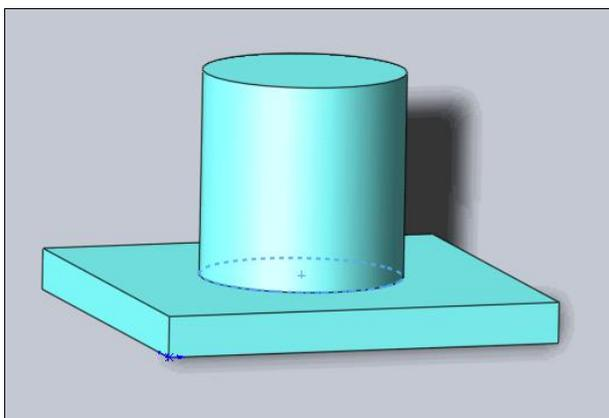

Рис. 5.56
3. Далее снова с помощью команды  — **Вытянутая бобышка/основание** вытяните полученный эскиз окружности на расстояние 50 мм (длина цилиндра). Перед завершением команды вытягивания проверьте, снят ли флажок **Результат слияния**. Это необходимо для того, чтобы у нас получилась многотельная модель детали (рис. 5.56).